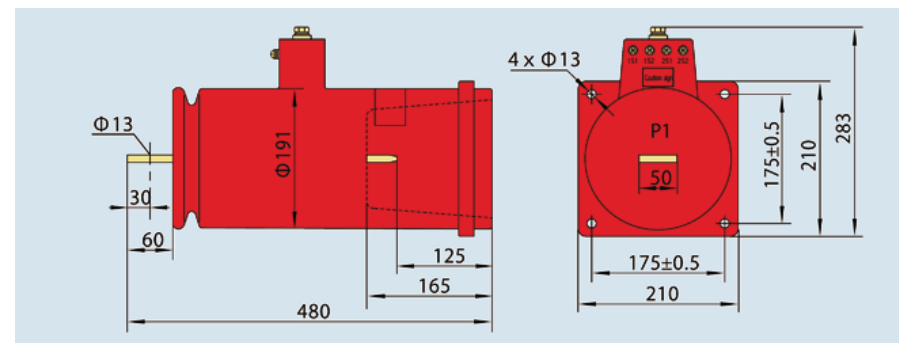

Рис. 6.1 Внешний вид и размеры при 5-200/5 А
6.1 Внешний вид и размеры при 5-200/5 А (см. рис. 6.1)